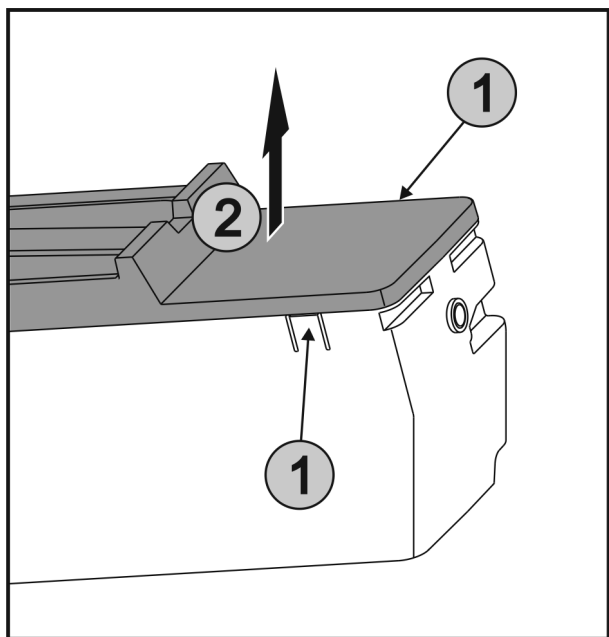

Fig. 40
- ▶ Stlačte západky Fig. 40 (1) na obou stranách EasyTwist-Ice současně a sejměte kryt Fig. 40 (2) směrem nahoru.